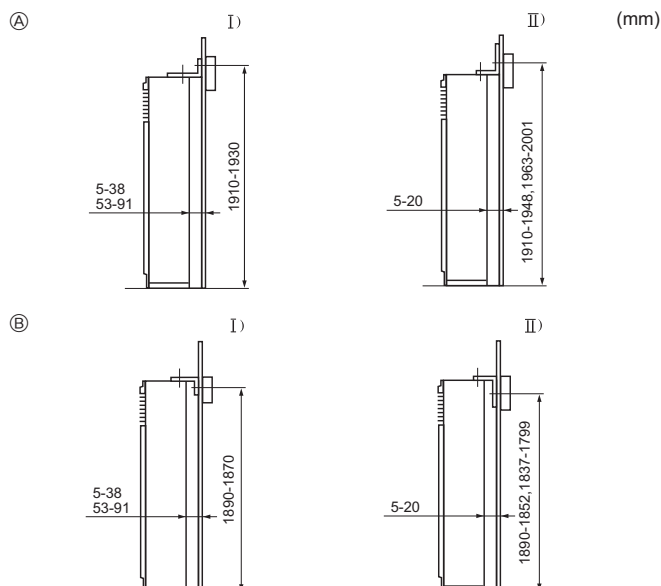

Fig. 3-3
① Staffa di protezione contro il ribaltamento
La staffa di protezione contro il ribaltamento ① è montata sulla superficie superiore dell'unità. Rimuovere le viti di maschiatura ② e installare poi di nuovo la staffa, come indicato nell'illustrazione. Per le distanze di installazione corrette, vedere la Fig. 3-3.
3.3. Montaggio della staffa di protezione contro il ribaltamento (Fig. 3-3)